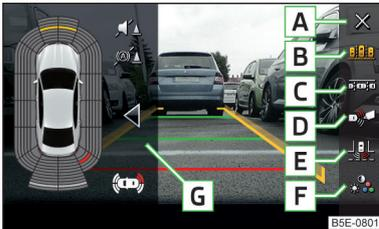

Abb. 252
Funktionsflächen » Abb. 252
- Die Funktionsfläche **C** » **Abb. 252 auf Seite 232** antippen.